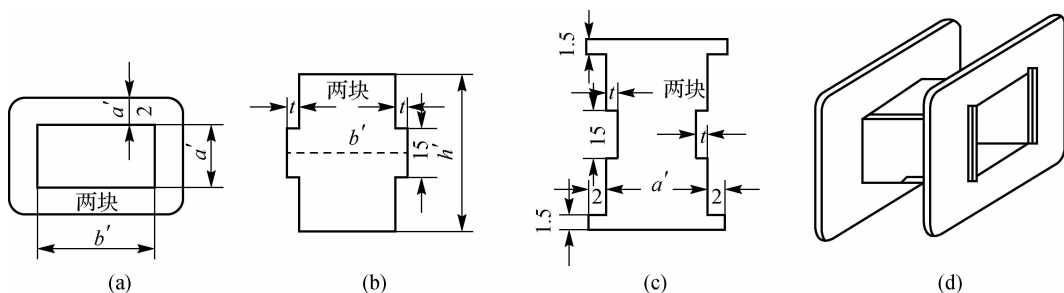

图 3-6 有框骨架
② 有框骨架。对于电压较高的变压器则用有框骨架来绕线,有框骨架可用钢纸板或玻璃纤维板等材料制成,如图 3-6 所示。框架由上、下两块边框板,四侧面采用两种形状的夹板拼合而成,一个完整的框架称为“活络框架结构”。 $t$  为夹板厚度,图中尺寸单位均为 mm。